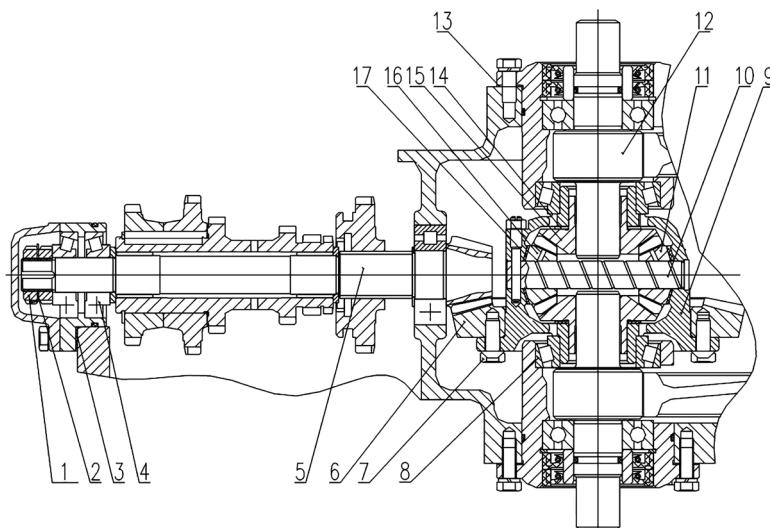

Рис. 5.6 Корректировка преднатяга конического подшипника
5.5.1 Корректировка преднатяга конического подшипника (см. Рис. 5.6)